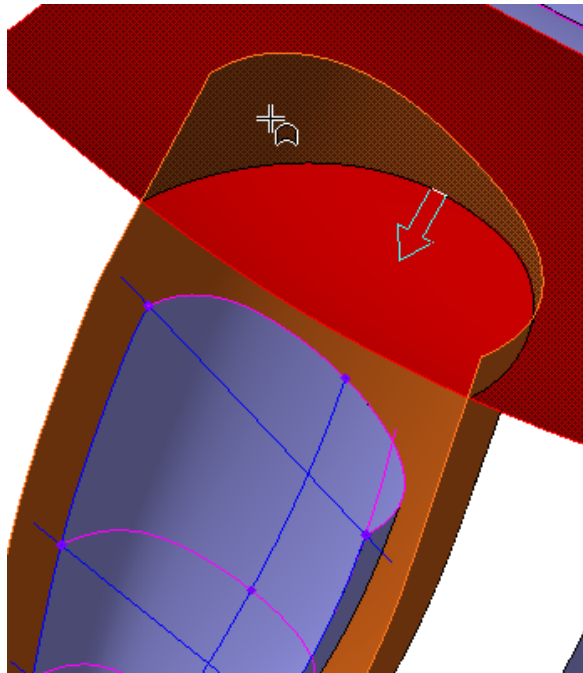

Рисунок 53.
- На Панели свойств нажмите кнопку Секущий объект  и укажите Эквидистанту (рис.53).